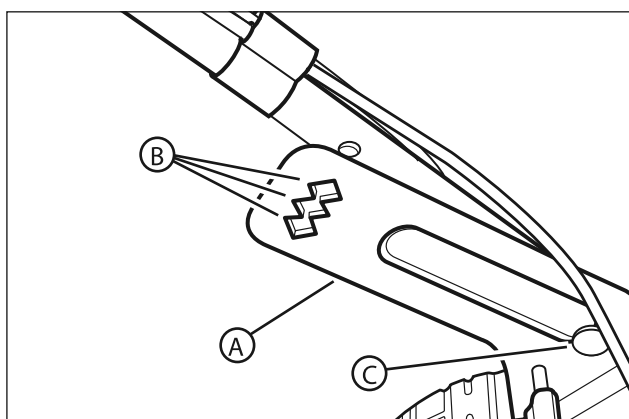

Рис. 8. Регулировка высоты рукоятки
1. Снимите ручки, шайбы и болты с квадратным подголовком с нижней рукоятки (А, рис. 8).